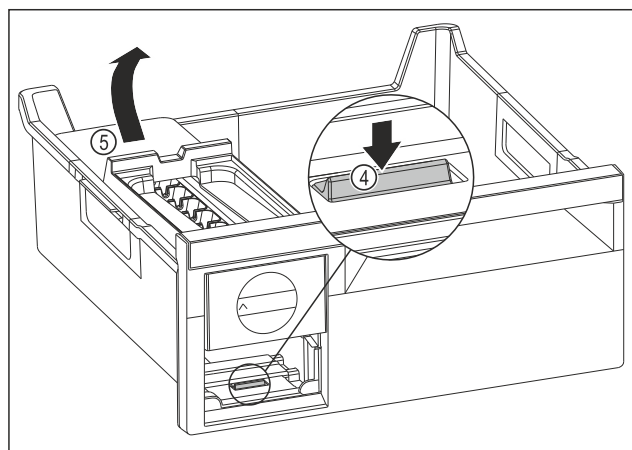

Fig. 212
- Retirer le corps de l'EasyTwist-Ice : Avec le doigt, pousser la languette Fig. 212 (4) vers le bas tout en soulevant de l'autre main le corps de l'EasyTwist-Ice Fig. 212 (5) depuis l'arrière.